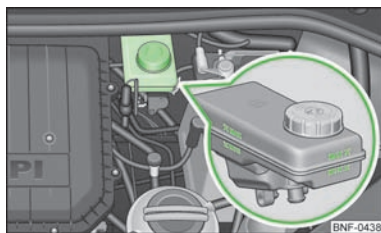

Fig. 100
- Contrôlez le niveau de liquide de frein sur le réservoir » fig. 100. Celui-ci doit arriver entre les marques « MIN » et « MAX ».